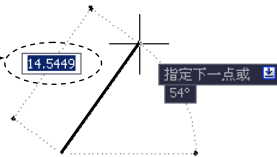

图 2.1.6 直线命令的动态数据输入方式
- 在 AutoCAD 2018 中，如果按下状态栏中的  按钮，则系统处于动态数据输入方式，此时在激活某个命令（如直线命令）时，用户可以动态输入坐标或长度值，直线命令的动态数据输入方式如图 2.1.6 所示。